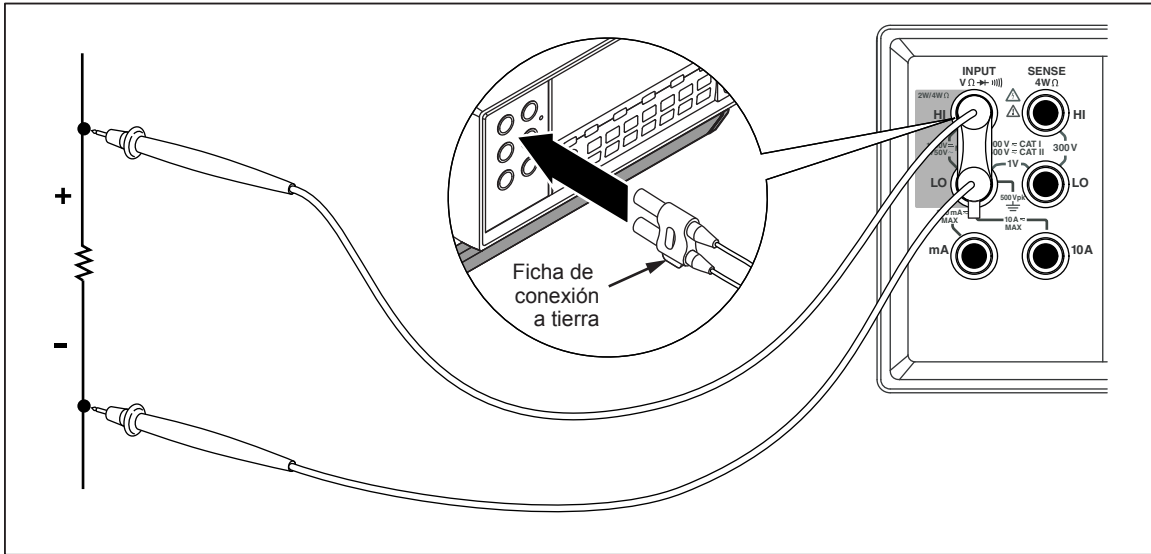

Figura 3-7. Conexiones de entrada para ohmios de 2x4 cables
1. Conecte los cables de prueba a los conectores de entrada del multímetro como se muestra en la Figura 3-7.